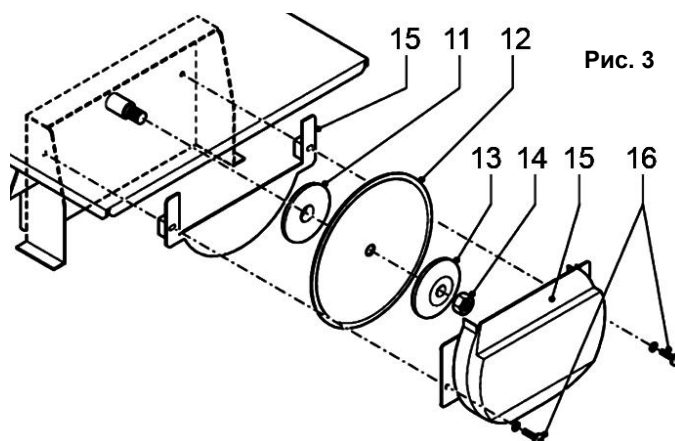

Рис. 3
Установка и замена отрезного диска (См. Рис.3)
- Демонтируйте защитный кожух (15), открутив крепящие винты (16)(См. Рис.3).
- Удерживая гаечным ключом шпindel, вторым гаечным ключом открутите гайку (14), снимите внешний фланец (13).
- Демонтируйте старый отрезной диск (12) и внутренний фланец (11).
- Установите на шпindel внутренний фланец (11) и новый отрезной диск (12).
- Установите обратно внешний фланец (13).
- Установите на место гайку (14) и крепко затяните ее.
- Установите защитный кожух (15). Крепко затяните винты (16).